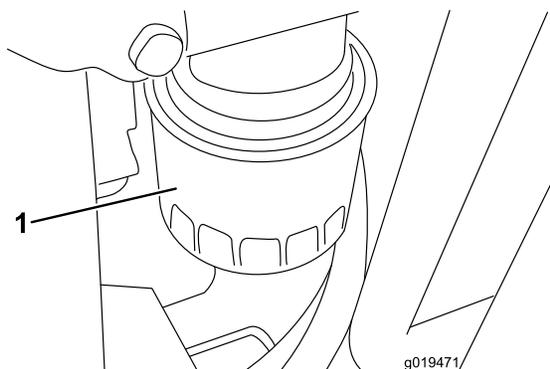

図 55
2. オイルフィルタ (図 55) を外す。新しいフィルタのシールに薄くエンジンオイルを塗って取り付ける。締めすぎないこと。